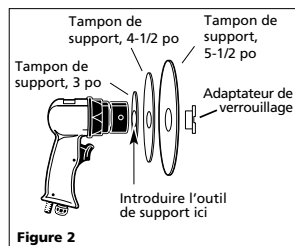

Figure 2
utiliser tous les tampons de support de taille égale ou plus petits que le disque en résine (Voir Fig. 2). Suivre les directives pour l'installation du disque en résine.
1. Monter les tampons de support tel qu'indiqué sur la Figure 2. S'assurer que le centre encastré des tampons fait face à la ponceuse.
3. Serrer à la main l'appareil de verrouillage de l'adaptateur, introduire l'outil de support dans le trou tel qu'indiqué sur la Figure 2. Introduire un tournevis de large taille dans le trou rainuré sur l'appareil de verrouillage de l'adaptateur et bien serrer.